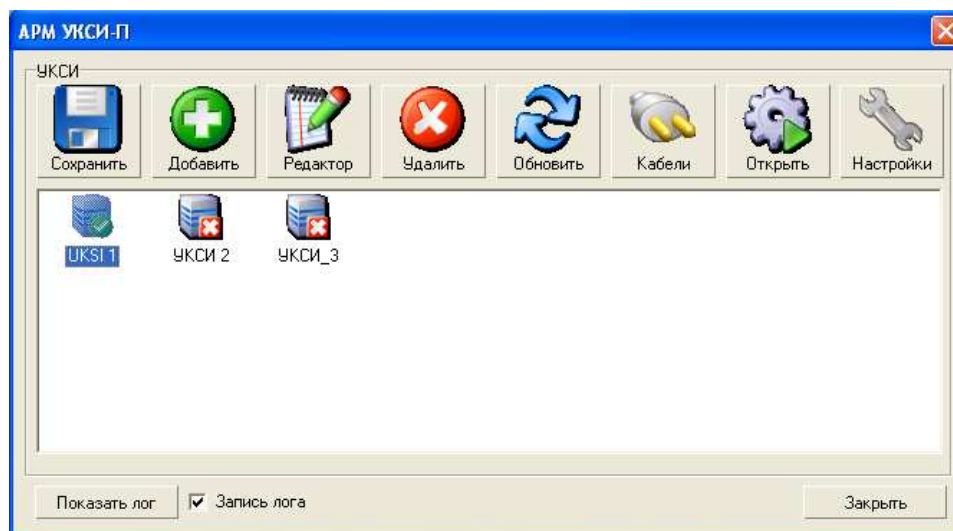

Рис.3.7.3. Внешний вид главного окна приложения АРМ УКСИ
– После успешного запуска приложения “ArmUksi.” на экране компьютера появится окно представленное на рис.3.7.3.
После проведения модификации базы данных АРМ УКСИ нажать экранную кнопку «Сохранить» в главном окне приложения (рис. 3.7.3)